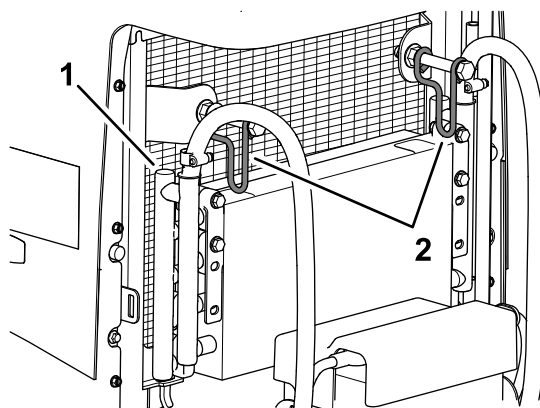

Figura 111
7. Gire los 2 cierres del enfriador de aceite hacia dentro e incline el enfriador de aceite (Figura 111).